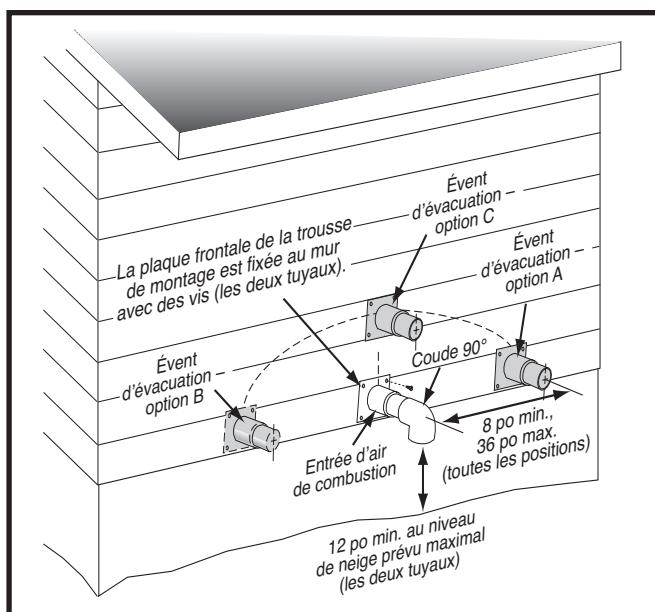
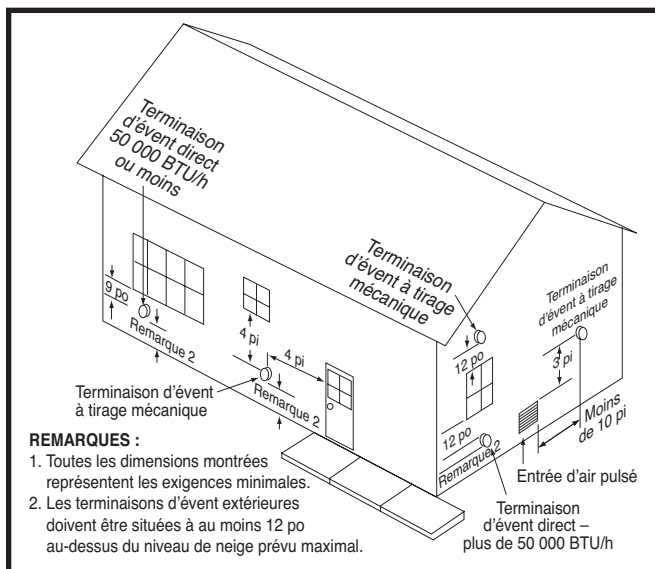
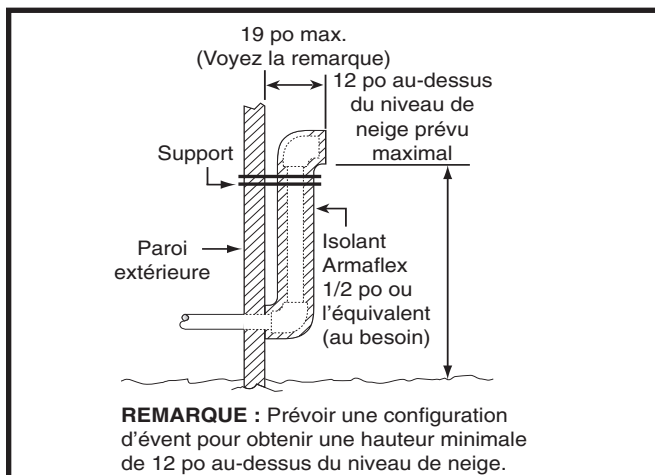
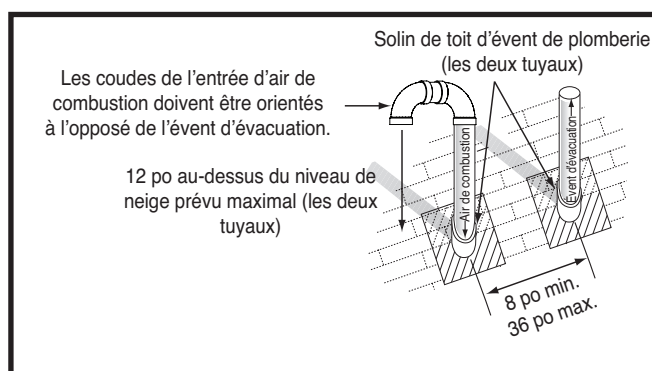

Figure 1. Dégagements du tuyau d'admission et du tuyau d'évacuation
Figure 2. Emplacements de l'évent
Figure 3. Autre installation d'un conduit d'évent horizontal
Figure 4. Terminaison d'évent vertical
- Si on utilise un système à 2 tuyaux, l'admission d'air de combustion et l'évacuation doivent être situées dans la même zone de pression atmosphérique. Cela signifie que les deux tuyaux doivent sortir du bâtiment par la même portion de mur extérieur ou de toit tel qu'indiqué dans la Figure 1, la Figure 2 et la Figure 4 et la Figure 33.
- La prise d'air d'évacuation et la prise d'air de combustion doivent être installées tel que décrit dans la Figure 1, la Figure 2, la Figure 3 et la Figure 4 et conformément aux présentes instructions :
- Tous les dégagements minimaux (Figure 2) doivent être maintenus pour protéger les matériaux du bâtiment contre la dégradation causée par les gaz de combustion.
- Lorsque le tuyau d'évent doit sortir par un mur extérieur à proximité du niveau du sol ou du niveau de neige prévu et qu'il n'est pas possible d'obtenir les dégagements indiqués à la Figure 1, il est possible d'utiliser un tuyau montant, comme indiqué à la Figure 3. Il faut utiliser de l'isolant pour éviter le gel de cette section de tuyau. Consultez le Tableau 3 pour la protection contre le gel du conduit d'évent.
Les exigences relatives à l'espacement des terminaisons entre le toit et chaque terminaison sont indiquées à la Figure 4. L'endroit où le conduit traverse le toit doit être doté d'un solin approprié et étanche; on peut utiliser un chaperon de toit ou un solin équivalent. La tuyauterie d'évent et la tuyauterie d'air de combustion peuvent être installées dans une cheminée existante non utilisée, à condition que :
- Les dégagements de terminaison indiqués à la Figure 4 sont maintenus.